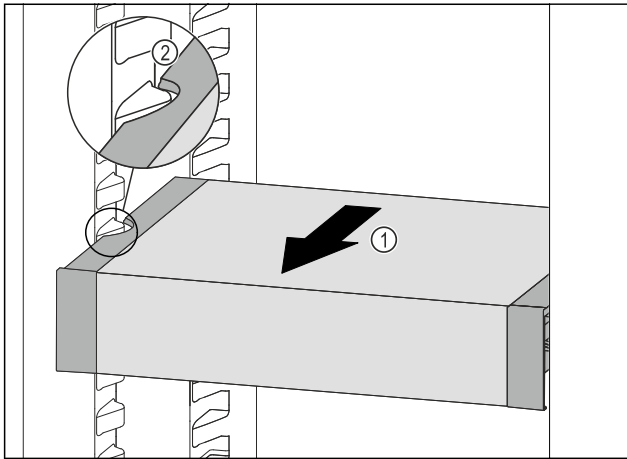

Fig. 108
- ▶ VarioSafe nach vorne ziehen Fig. 108 (1), bis sich die seitlichen Aussparungen des VarioSafes auf Höhe der Behälterrippe im Kühlteil befinden. Fig. 108 (2)